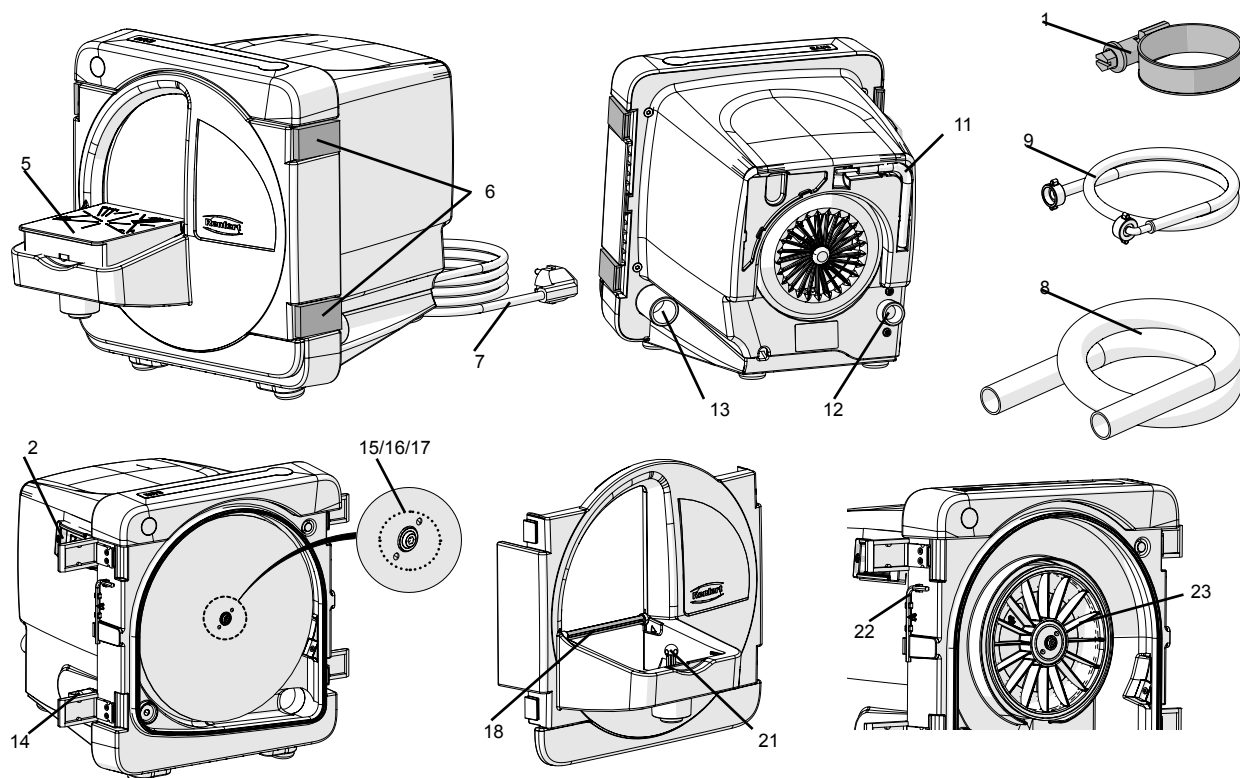

Fig. 1
- Conectați la rețeaua principală (7, Fig. 1, 2).
Porniți și opriți aparatul de la butonul On/Off (2, Fig. 1).